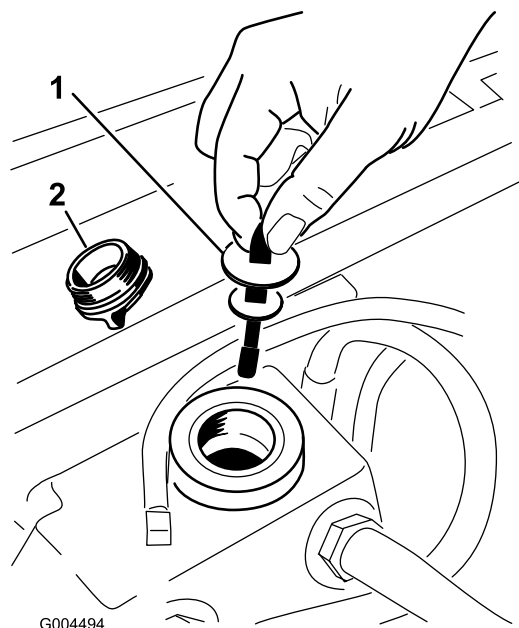

図 60
5. 油圧オイル給油口からキャップを取る 図 60。
6. ディップスティックを抜きウェスで一度きれいに拭く (図 60)。
7. もう一度首に差し込んで引き抜き、オイルの量を点検する 図 60。